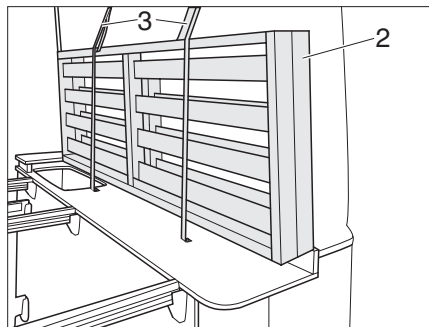

Fig. 51 Stivare il telaio portamaterasso
- ▶ Posizionare il telaio portamaterasso (Fig. 51,2) sul lato destro del veicolo e assicurarlo con cinghie (Fig. 51,3).